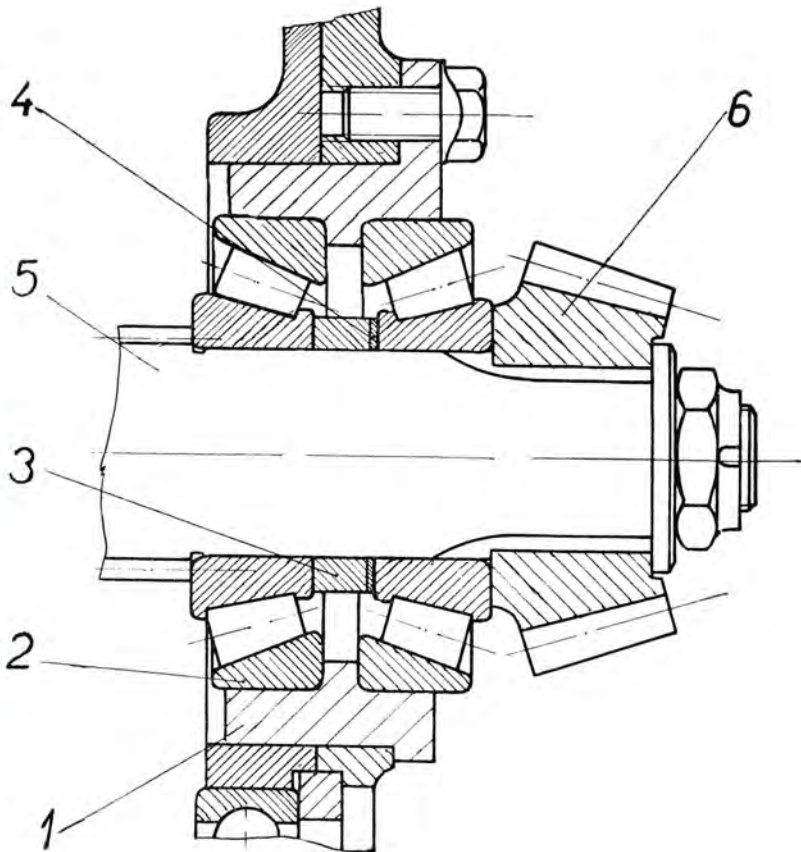

Abb. 107
107/3) und ein zweites Kegelrollenlager 30308 (30307, 30309) einzulegen; die Lager sind mit einer Presse einzupressen und man versuche, mit der Buchse zu drehen. Falls sich die Buchse schwer drehen lässt, muss zwischen das Lager zum Distanzring eine Distanzunterlagscheibe (Abb. 107/4) eingelegt werden.
3. Die Buchse mit richtig eingestellten Lagern ist auf die Ritzelwelle (Abb. 107/5) aufzupressen, der Ritzel (Abb. 107/6) in die Nuten einzuschieben und eine Unterlagscheibe aufzulegen. Die angeschraubte Kronmutter M 20×1,5 ist mit einem Splint zu sichern.
1. In die Buchse (Abb. 107/1) sind die Aussenringe (Abb. 107/2) einzupressen und das Kegelrollenlager 30308 (30307, 30309), der Distanzring (Abb.
2. Die Buchse (Abb. 107/1) ist so aufzusetzen, dass die Öffnungen im Buchsenflansch sich mit den Öffnungen in der Rückenwand des Hauptgetriebekastens decken. Dann ist diese an den Hauptgetriebekasten anzuschrauben.